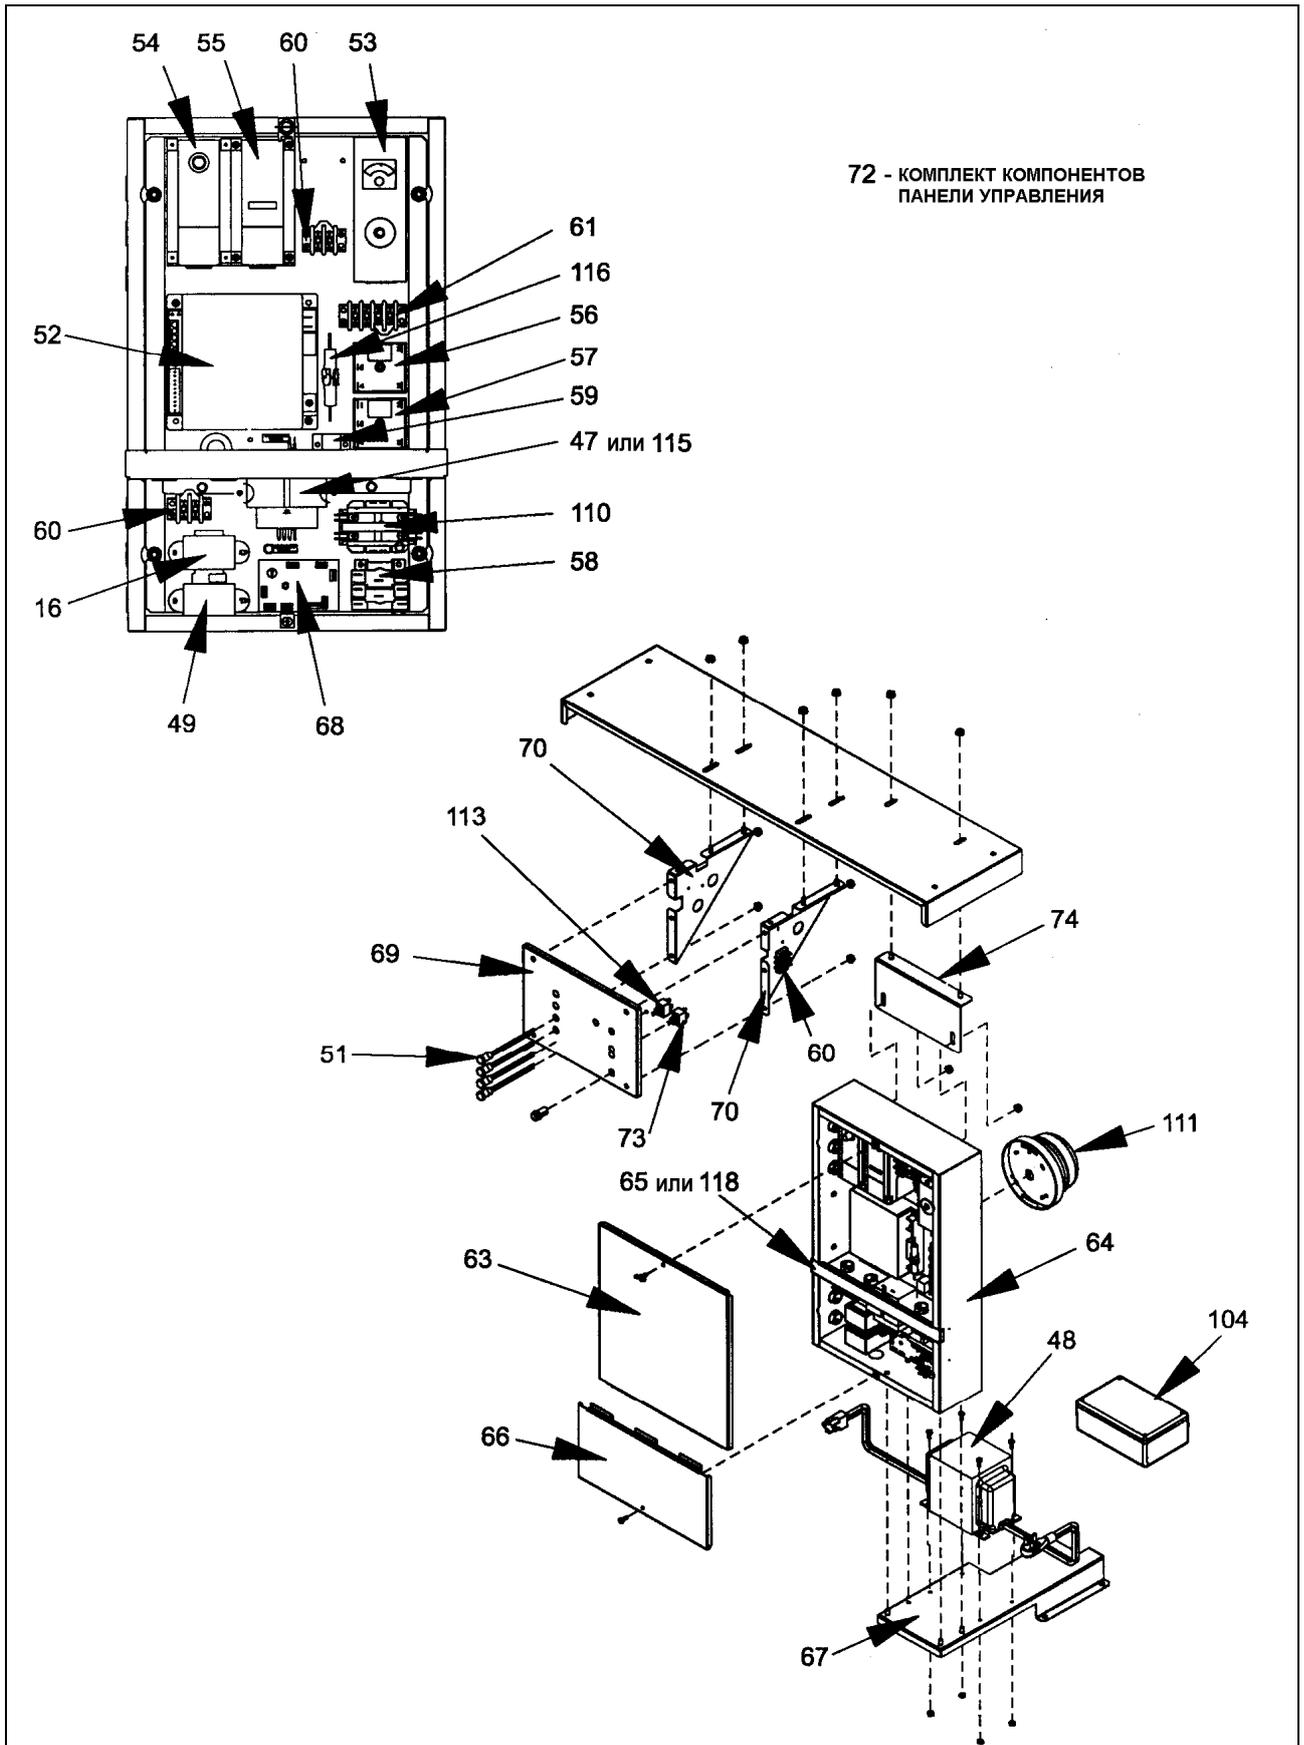

Рис.26. Электрические компоненты
**ЭЛЕКТРИЧЕСКИЕ КОМПОНЕНТЫ(См.Рис.26)**